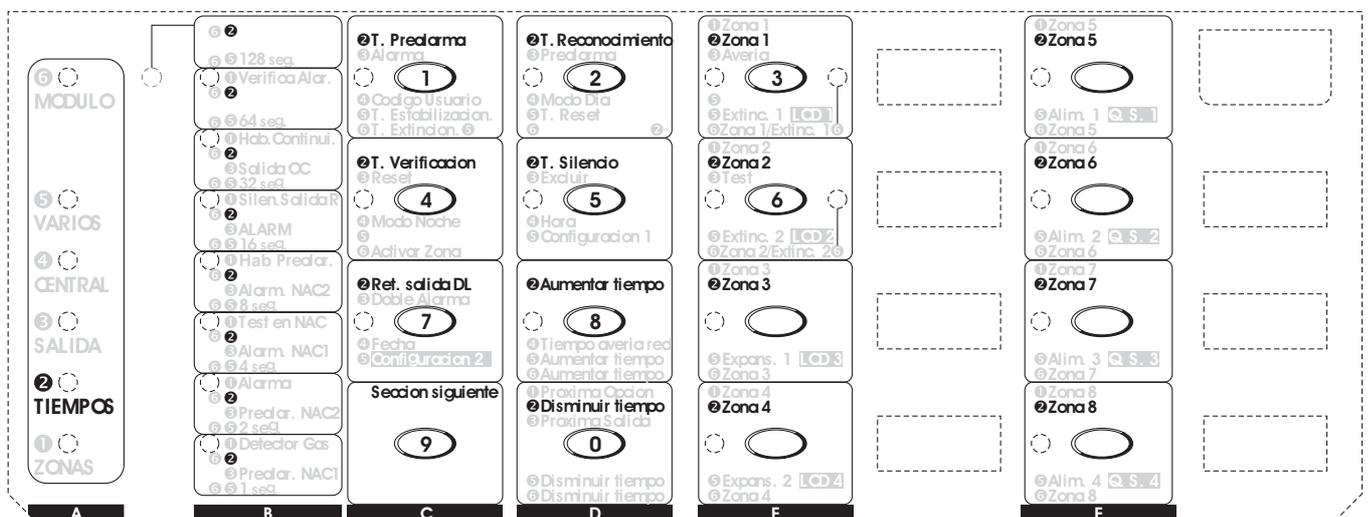

Figura 30 La Fase de “Programación de Tiempos”
Durante esta fase, los botones y los LEDs funcionarán según las opciones precedidas por ❷ en las ventanas de la Plantilla de Programación, vea la Figura 30.